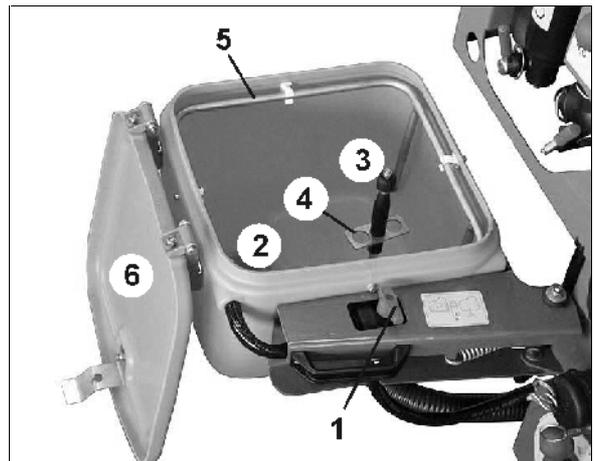

Fig. 32
L'eau s'écoule de la buse de rinçage des bidons (Fig. 32/3), si
- la plaque d'appui (Fig. 32/4) est poussée vers le bas par le bidon.
- le couvercle rabattable fermé (Fig. 32/2) pousse la buse de rinçage des bidons vers le bas.